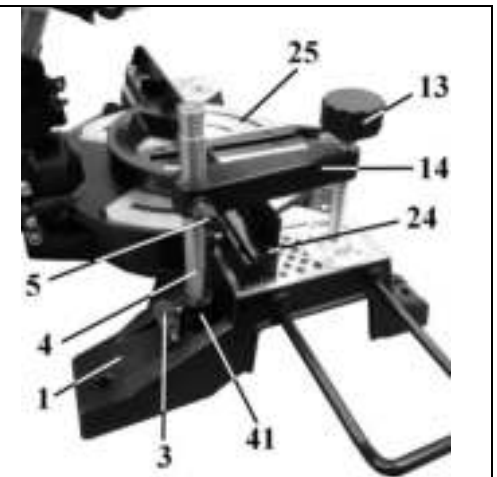

Рис. 17
12. УСТАНОВКА И КРЕПЛЕНИЕ ОБРАБАТЫВАЕМОЙ ЗАГОТОВКИ**12.1. Вертикальный зажим (Рис. 17)**